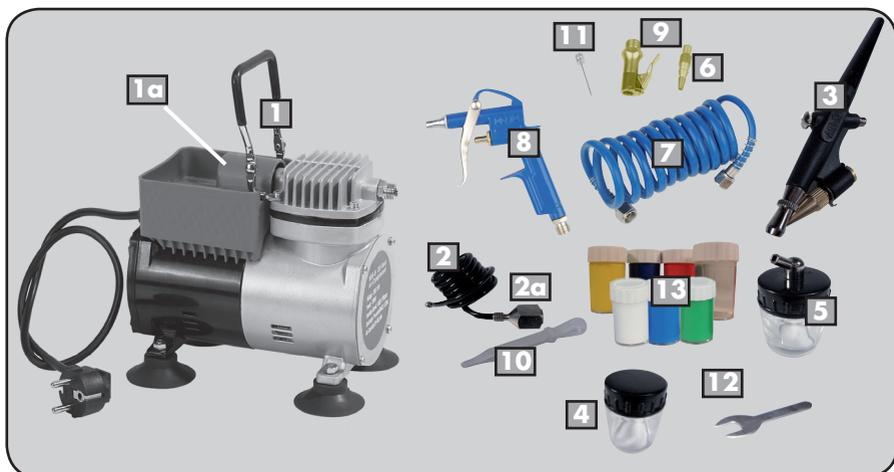

Abb. 1: Geräteübersicht/Ausstattung
Verbinden Sie über die jeweilige Schraubverbindung den Airbrushpistole (Abb. 1, Nr. 3) mit dem Rilsenschlauch (Abb. 1, Nr. 2) und diesen anschließend mit dem Airbrushkompressor (Abb. 1, Nr. 1). Benutzen Sie hierzu den mitgelieferten Gabelschlüssel (Abb. 1, Nr. 12). Befestigen Sie das Farbmischglas mit Anschlussdeckel (Abb. 1, Nr. 5) am Airbrushpistole (Abb. 1, Nr. 3). Stecken Sie den Netzstecker in die Steckdose.
2. Entnehmen Sie nun mit Hilfe der Pipette (Abb. 1, Nr. 10) zwei Tropfen der Farbe und geben diese in ein komplett mit Wasser gefülltes Farbmischglas (Abb. 1, Nr. 4 oder 5). Schütteln Sie dieses. Nun hat Ihre Farbe die benötigte Konsistenz erreicht.
3. Schließen Sie das Farbmischglas mit Anschlussdeckel (Abb. 1, Nr. 5) an die Airbrushpistole an.
Schalten Sie den Airbrush-Kompressor (Abb.1, Nr. 1a) ein, indem Sie den Ein-/ Aus-Schalter auf die Position „1“ drücken.
Regulieren Sie die Menge der zugeführten Farbe und damit das Sprühergebnis, indem Sie die Farbdüse des Airbrushpistoles (Abb. 1, Nr. 3) nach rechts bzw. links drehen.
- ▶ Schrauben Sie mit Hilfe eines Ring- oder Gabelschlüssels die Düse der Ausblaspistole (Abb. 1, Nr. 8) ab.
- ▶ Schrauben Sie anschließend den Reifenadapter (Abb. 1, Nr. 9) in den Lauf der Ausblaspistole ein.
- ▶ Den Hebel der Ausblaspistole herunterdrücken und – je nach Arbeitsbedarf -- den Luftmatratzenadapter (Abb. 1, Nr.6) oder die Ballnadel (Abb.1, Nr. 11) einschieben. Danach Hebel wieder loslassen.
Reinigen Sie den Airbrushpistole (Abb.1, Nr. 3) direkt nach dem Gebrauch gründlich. Ansonsten kann die Farbe eintrocknen und Probleme bei der nächsten Nutzung verursachen. Spülen Sie den Spitzgriffel gründlich mit Wasser durch. Verwenden Sie bei hartnäckiger, eingetrockneter Farbe den mitgelieferten Verdünner.